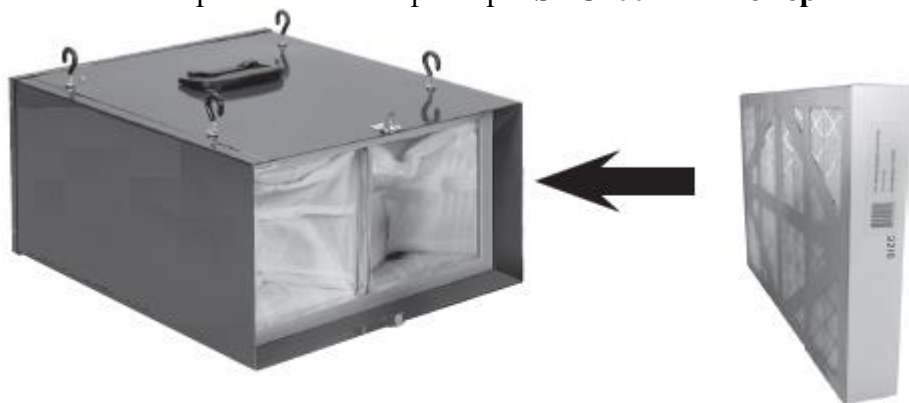

Fig 9.3
- Очистка или замена фильтров должна выполняться в зависимости от частоты использования и среды вашей мастерской. Забитые фильтры уменьшают объем циркуляции воздуха. Правильным способом установки внешнего фильтра является установка сеткой внутрь (Рис. 9.3).